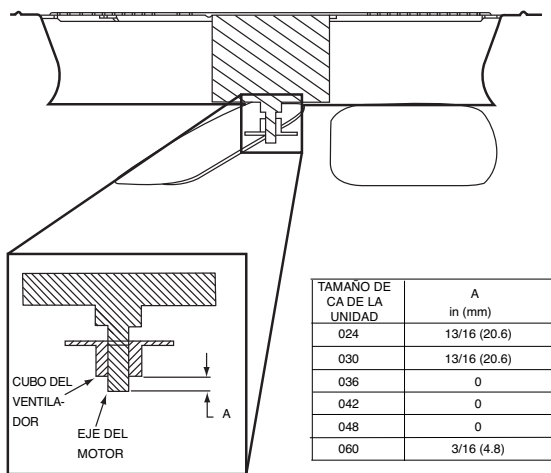

Fig. 19: Ajuste del ventilador exterior
- Cuando reemplace el aspa del ventilador, colóquela como se muestra en la Fig. 19. Apriete los tornillos de ajuste.